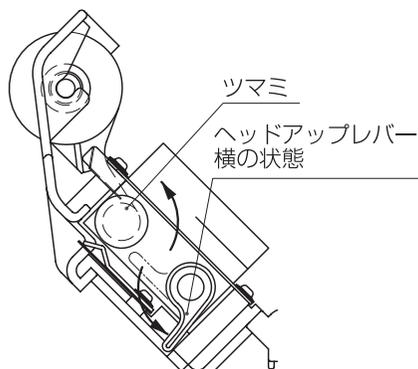

図3
- プリンタ用紙が真っ直ぐ入らなかった場合はヘッドアップレバーを横にしてからつまみを左(反時計方向)に回してプリンタ用紙を抜いてください。(図3)